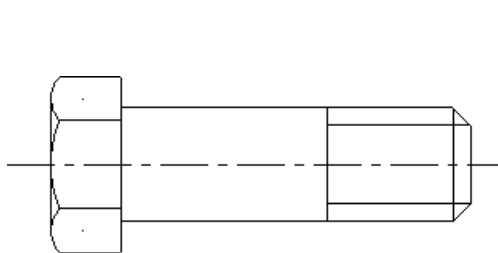

图 3-57 经过一点绘制法线
④ 使用同样的方法可以创建另外一条螺钉法线，结果如图 3-57 所示。